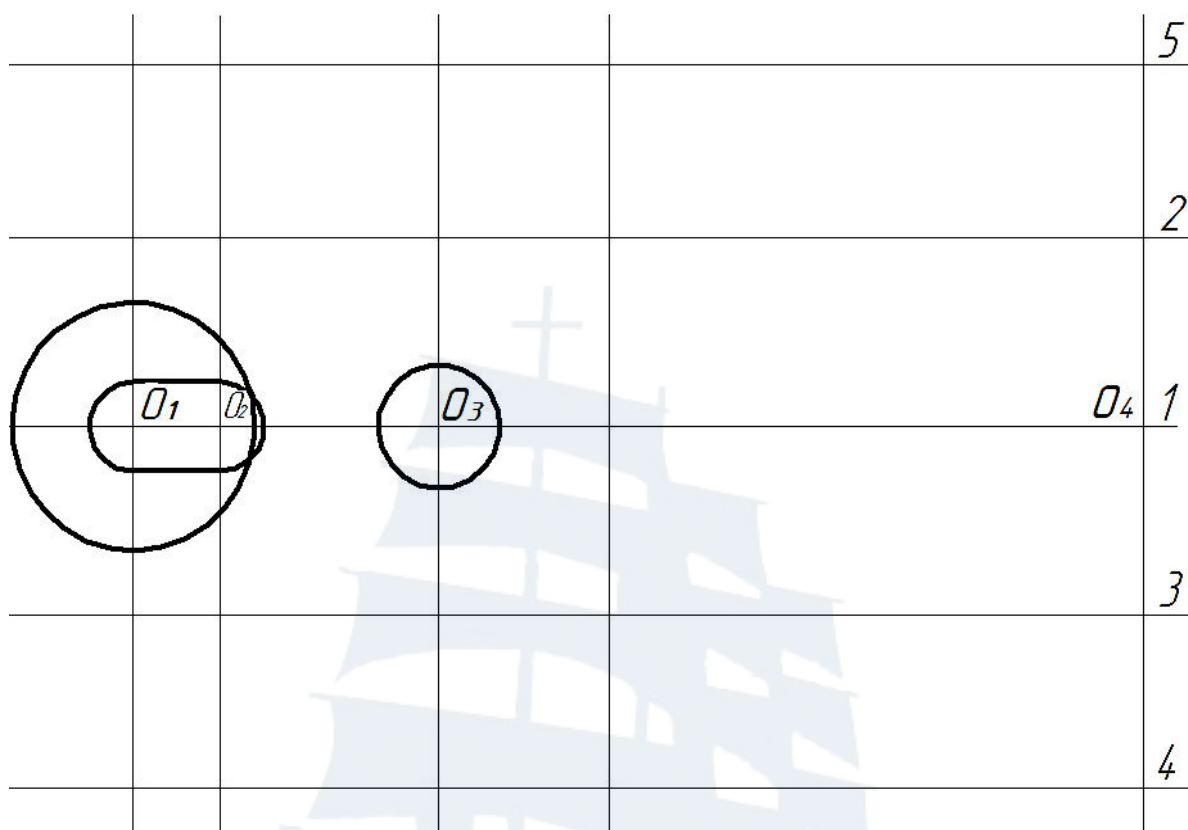

Рис. 123
8. Из центра O_3 построить окружность диаметром 25 мм (рис. 123).
9. Из центра O_1 построить окружность радиусом 25 мм (рис. 123).